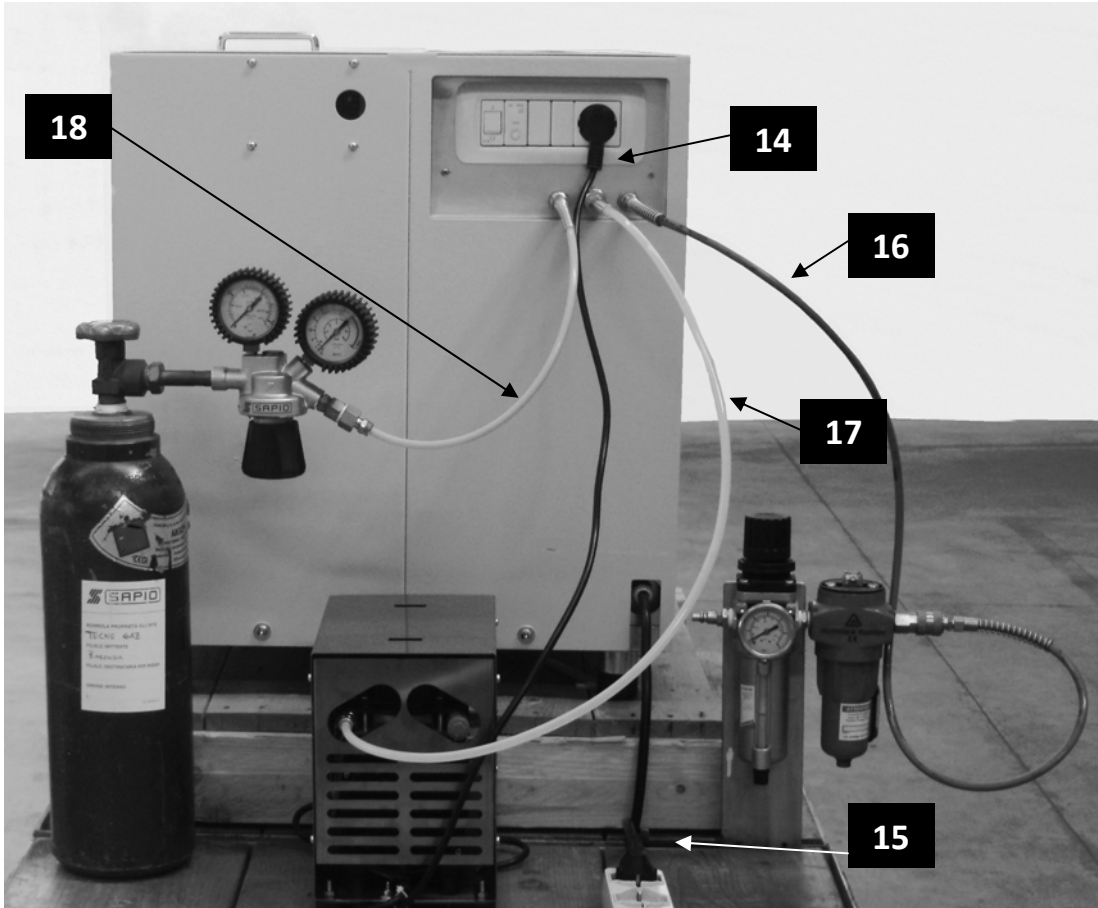
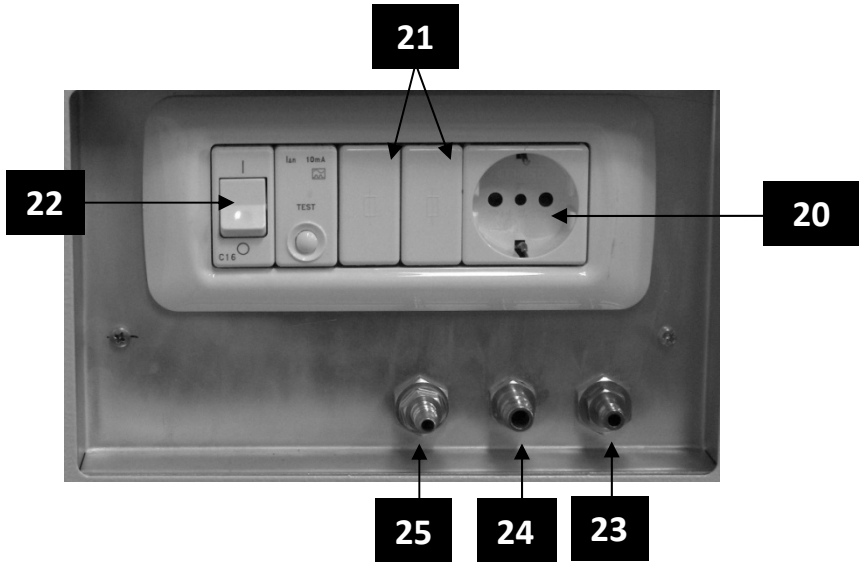

Fig. 2
Fig. 3
Le câble pour l'alimentation électrique (Pos.15, Fig.2)
Le tuyau pour le branchement à l'air comprimé (Pos.16, Fig.2)
Le tuyau pour le branchement à la pompe à vide (Pos.17, Fig.2)
Le tuyau pour le branchement à la bouteille de gaz argon (Pos.18, Fig.2)
La prise pour l'alimentation de la pompe à vide avec les protections correspondantes (Pos.20, Fig.3).
L'interrupteur général avec le disjoncteur (Pos.22, Fig.3).
2) Contrôler que l'interrupteur général (Pos.22, Fig. 3) soit en position "0" (éteint); introduire la prise d'alimentation (Pos.15, Fig.2) dans une prise de courant ayant les caractéristiques suivantes:
il faut donc introduire la prise rapide femelle de ce tuyau (Pos.16, Fig.2) dans la prise mâle (Pos. 23, Fig.3) .
4) Brancher le tuyau blanc (Pos.17, Fig.2) au raccord d'aspiration de la pompe à vide et la prise rapide femelle à la prise mâle (Pos. 24, Fig.3) .
5) Insérer la prise de la pompe à vide (Pos.14 , Fig.2) dans la prise située sur la fondeuse (Pos. 20, Fig.3).
6) Si le fonctionnement au gaz argon est prévu, brancher le tuyau jaune (Pos. 18, Fig. 2) au réducteur de pression de la bouteille de gaz ARGON et configurer une pression de 3 Bar, mettre ensuite la prise rapide femelle à la prise mâle Pos.25, fig.3).
Lorsque les branchements sont effectués comme indiqué aux Fig.2-3, contrôler que la porte supérieure et le couvercle du four soient ouverts, et mettre en marche l'interrupteur général (Pos.22, Fig.3).